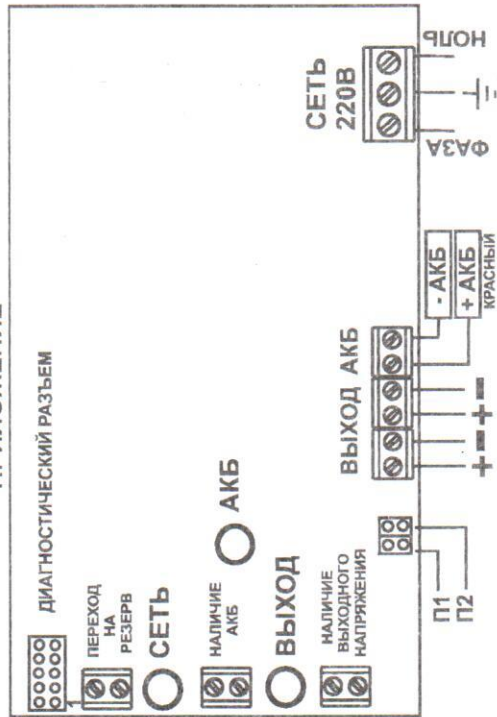

Рисунок 1. Вид источника с открытой крышкой (схема подключения)
- выдачу информационных сообщений "Переход на резерв", "Наличие АКБ", "Наличие выходного напряжения" посредством переключения контактов реле. Выдача информационного сообщения "Переход на резерв" осуществляется с задержкой, определяемой положением переключателя П1 и П2 (см. рисунок 1 Приложения). Соответствие задержки положению переключателя показано в таблице 8 Приложения;
Источник представляет собой стабилизированный источник питания, размещенный в металлическом корпусе со съемной крышкой. При открытой крышке (см. рисунок 1 Приложения) осуществляется доступ к печатной плате с установленной на ней выходными колодками, сетевой колодкой, колодкой для подключения АКБ, диагностическим разъемом и разъемами с релейнными выходами. Под пластиковым окном крышки корпуса расположены индикаторы «СЕТЬ» зеленого цвета, «АКБ» зеленого цвета и «ВЫХОД» зеленого цвета, свидетельствующие о состоянии работы источника.
В нижней части корпуса источников размещается АКБ. Нагрузка подключается к колодке «ВЫХОД». Подключение нагрузки следует производить в соответствии с полярностью (см. схему подключения рисунок 1 Приложения).
Источник оснащен диагностическим разъемом (см. рисунок 1 Приложения), на который выведены напряжение выхода, напряжение клемм АКБ, сигнал о наличии сети, напряжение для питания внешнего устройства. Назначение контактов разъема и уровни напряжений см. таблицу 7 Приложения.
Подключение источника производится при отключенном сетевом напряжении и открытой крышке (см. рисунок 1 Приложения) в следующей последовательности: